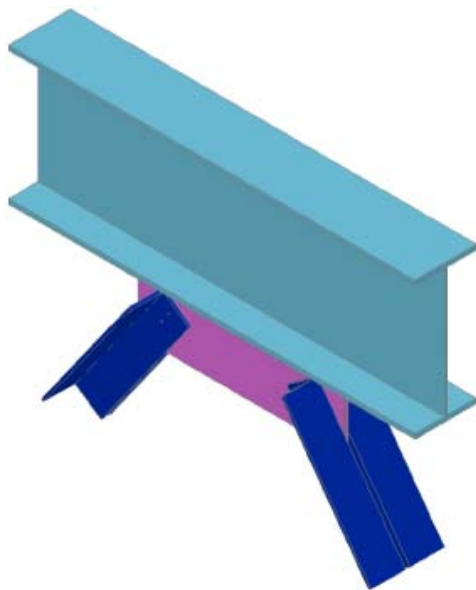

Рис. 13.24. 3-D вид составного узла 2
- На рис. 13.24 представлен полученный узел.